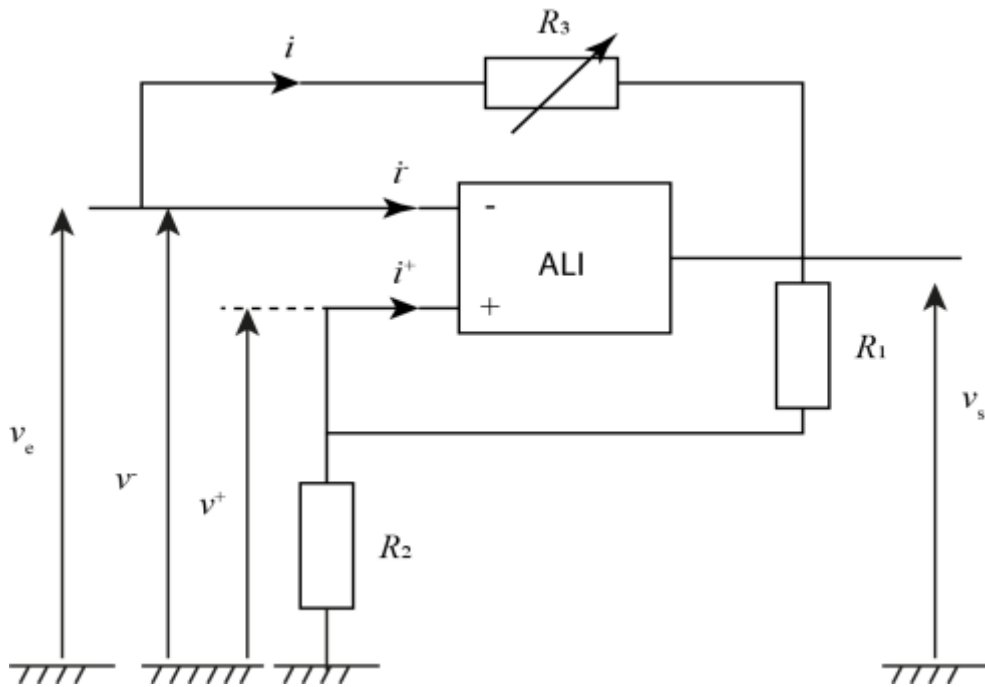
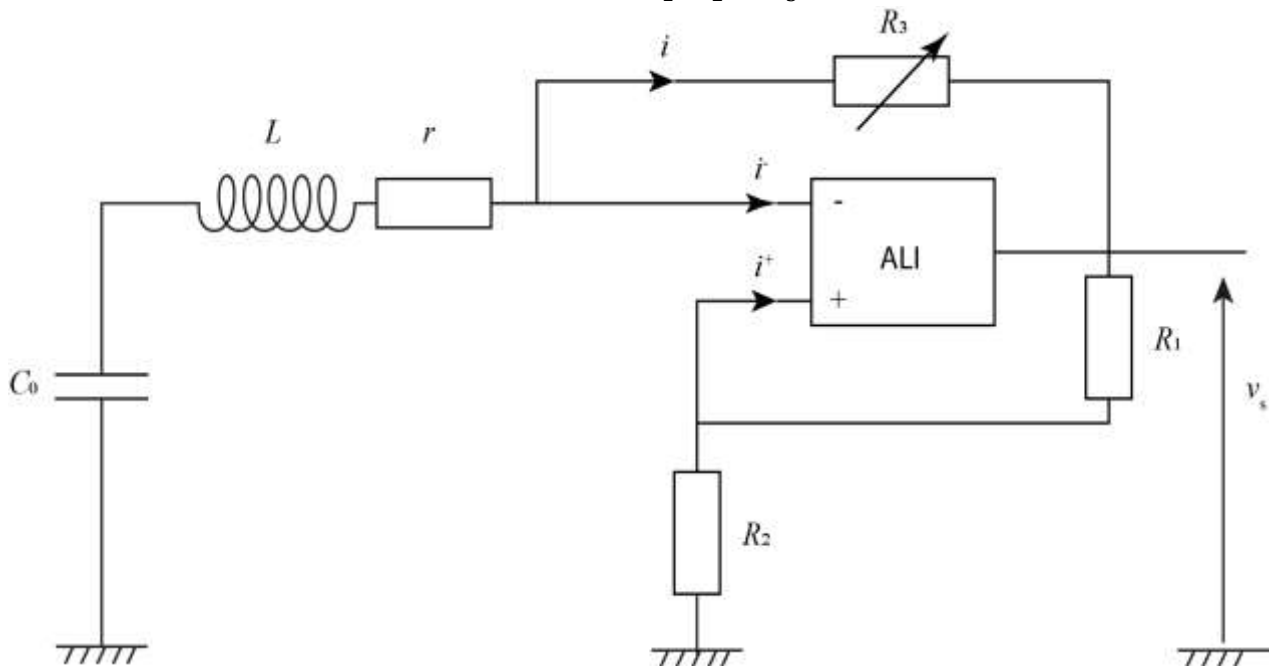

Figure 6 : Résistance négative.
Figure 7: Oscillateur quasi-sinusoïdal à résistance négative.
On cherche à mesurer les variations de l'épaisseur  $e$ . Une méthode est de transformer une mesure d'épaisseur en une mesure de fréquence beaucoup plus précise. Pour ce faire, le principe consiste à réaliser un oscillateur quasi-sinusoïdal dont la fréquence est reliée à l'épaisseur  $e$ . Parmi les oscillateurs possibles, on peut imaginer d'utiliser un oscillateur quasi-sinusoïdal dont le principe est représenté sur la figure 7. Ce circuit utilise un amplificateur linéaire intégré, ou ALI, qui est un composant électronique dont l'alimentation n'est pas représentée, considéré comme idéal et en régime linéaire. En plus de l'ALI, le montage étudié comporte 3 résistances dont une variable, la résistance  $R_3$ .
On commence par étudier une partie du circuit représenté sur la figure 7. Cette sous-partie du circuit est représentée sur la figure 6. Pour un ALI idéal en régime linéaire, on peut écrire que les intensités des courants  $i^+$  et  $i^-$  rentrant dans l'ALI sont nulles :  $i^+ = i^- = 0$  et que le gain est infini, conduisant, en régime linéaire, à  $v^+ = v^-$ .
30. On place le montage de la figure 6 en série avec une bobine d'inductance propre  $L$  et de résistance interne  $r$  et le condensateur décrit précédemment de capacité  $C_0$  comme représenté sur la figure 7. Établir une inégalité entre  $R_1$ ,  $R_2$  et  $R_3$  et  $r$  exprimant la condition pour laquelle on peut observer l'apparition d'oscillations spontanées dans le circuit électrique. Exprimer la fréquence  $f_0$  de ces oscillations en fonction de  $L$  et  $C_0$ . Pour une valeur de  $L = 2,0$  mH, calculer la valeur de cette fréquence de résonance pour la valeur de  $C_0$  calculée à la question 23.